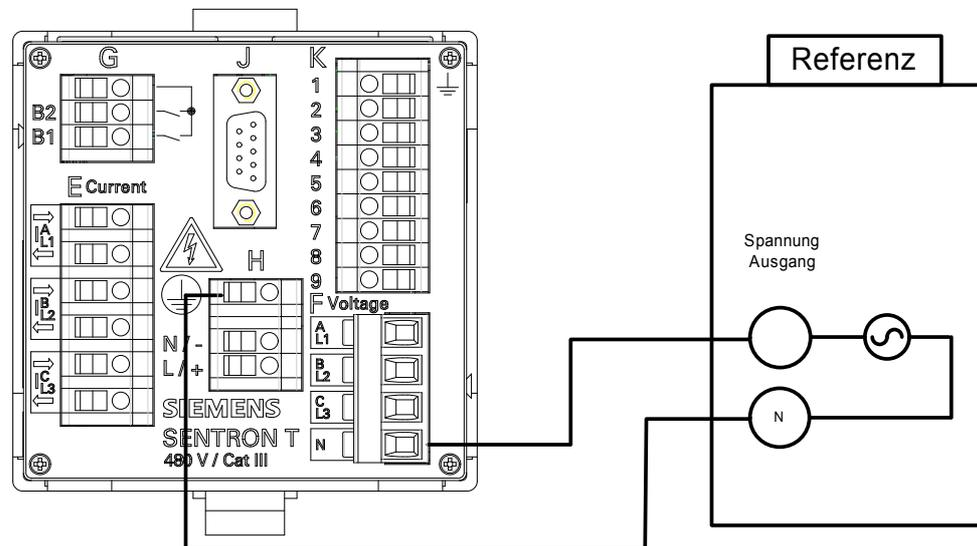

Bild 10-7 Messaufbau zum Abgleichen von U_n
- Führen Sie den Messaufbau gemäß Bild 10-7 durch.